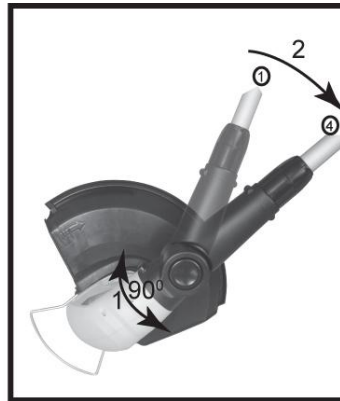

Fig.16
- Edge function (horizontal cut) (Fig.16)